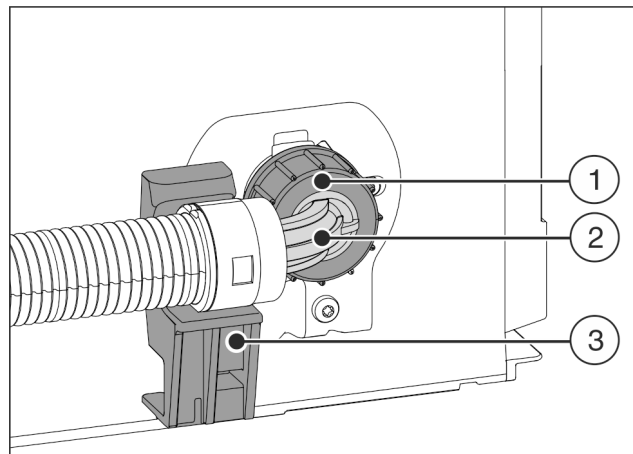

Fig. 23
- Helyezze a hajlított tömlővéget Fig. 23 (2) vízszintesen a tartóhoz Fig. 23 (3), és rögzítse.
- Csavarja rá kézzel az anyát Fig. 23 (1) a menetre, amíg az biztonságosan és szorosan nem illeszkedik.